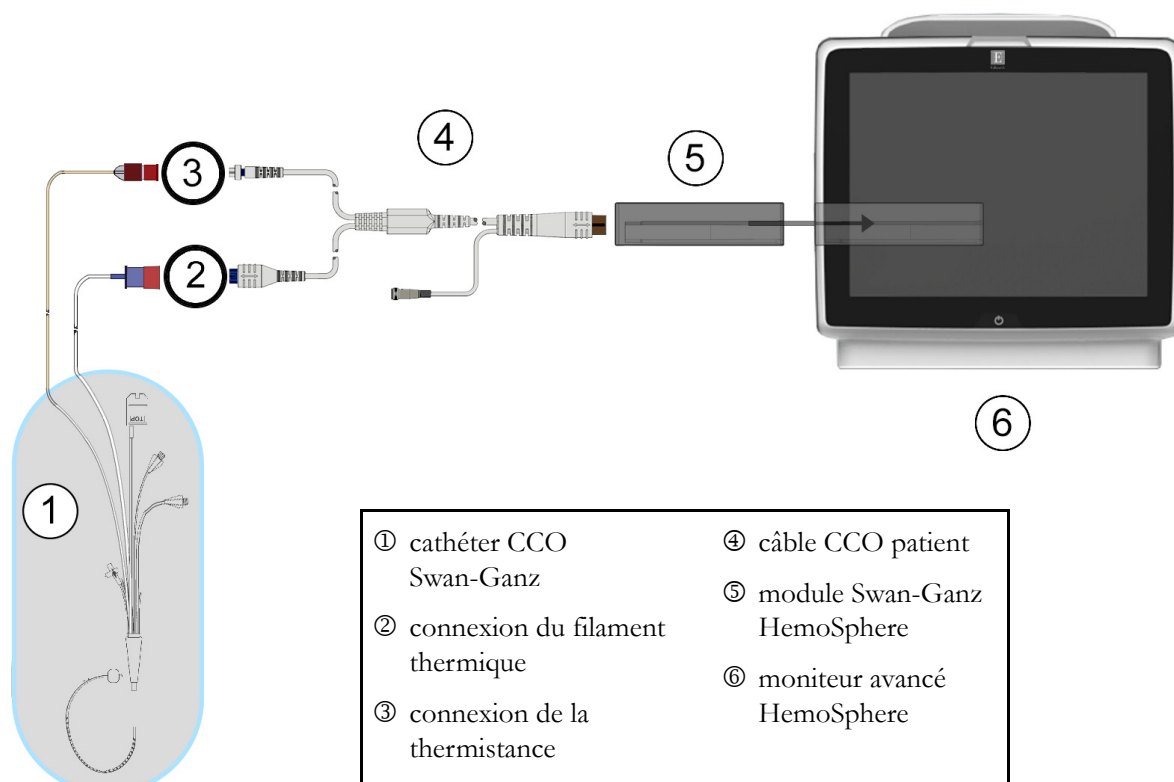

Figure 9-3 Présentation des connexions DC
- 2 Connecter l'extrémité dotée du cathéter du câble patient aux connecteurs de thermistance et de filament thermique sur le cathéter CCO Swan-Ganz. Ces connexions sont désignées par les numéros ② et ③ dans la figure 9-3 à la page 109.